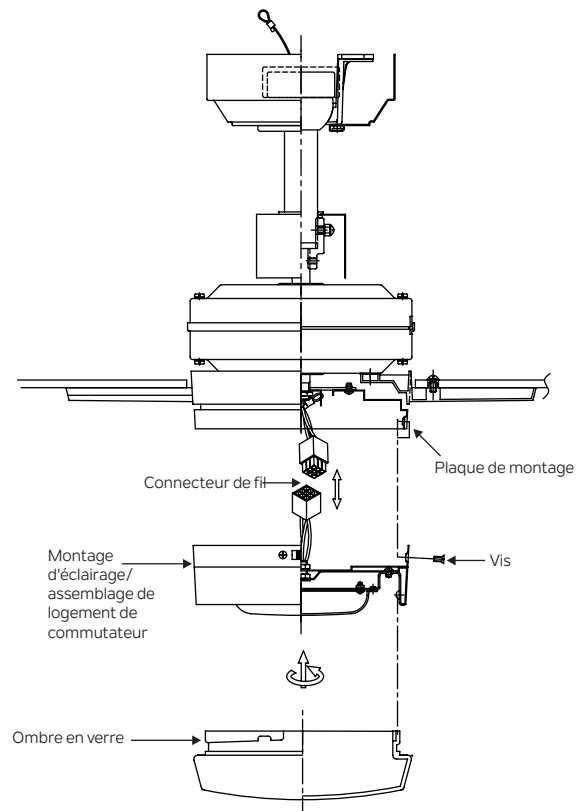

Fig. 18
Étape 1. Tout en tenant le luminaire /switch ensemble de logement sous votre ventilateur de plafond, poussez les connecteurs de fil carré ensemble. Un du ventilateur et un du boîtier d'interrupteur. (Fig. 18)
Fixez l'ensemble de boîtier d'appareil d'éclairage/commutateur à la plaque de montage avec les trois vis fournies. Assurez-vous que chaque vis est serrée. (Fig. 18)